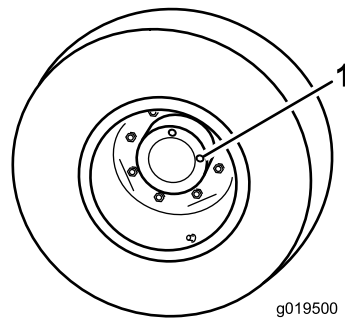

Figura 80
1. Posizionando la ruota in modo che un tappo di controllo si trovi in posizione a ore 12 e l'altro a ore 3 (Figura 80), parcheggiate la macchina su terreno pianeggiante, innestate il freno di stazionamento, abbassate i piatti di taglio, spegnete il motore e togliete la chiave.
1. Tappo di controllo/spurgo (2)
2. Rimuovete il tappo a ore 3 (Figura 80).